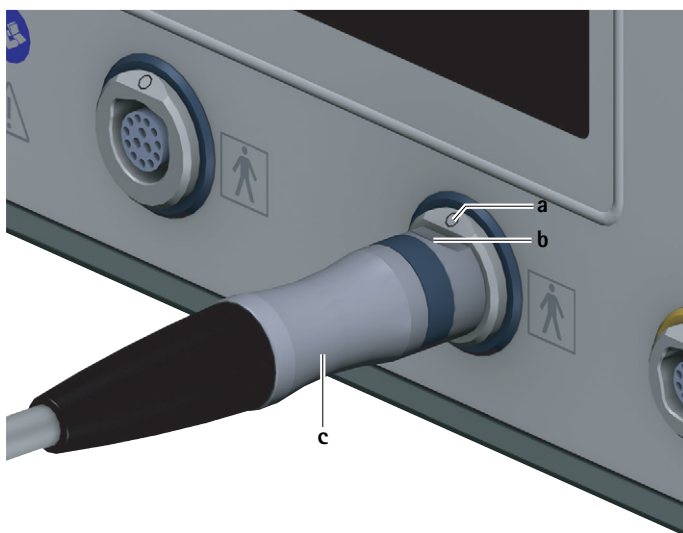

Fig. 3 Collegamento cavo motore
- Orientare il connettore per la centralina c sul cavo motore in modo che la marcatura b del connettore coincida con quella a presente sulla presa di collegamento dei motori 7, vedere Fig. 3.
- Estrarre il connettore del cavo motore **c** dalla centralina **7**, vedere Fig. 3.